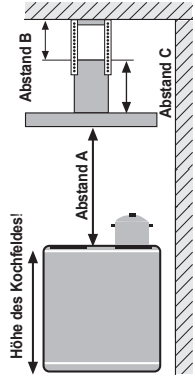

Abb. 14
Unter Beachtung des Mindestabstandes die Einbauhöhe der Haube ermitteln (siehe Abb. 9). Die Höhe der montierten Haube wird im nächsten Schritt durch die Montage der vier Montagewinkel (23) am Motorkasten (12) bestimmt (Abb. 14). Zu diesem Zweck sind die Montagewinkel (23) mit ausreichend Bohrungen versehen.